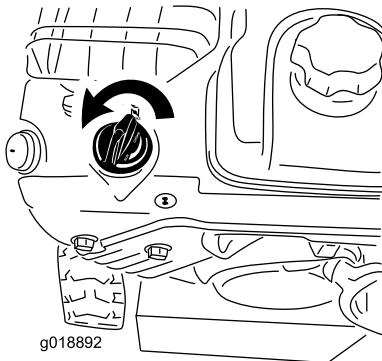

Figure 24
5. Tournez la commande de starter à la position Starter (Figure 24).